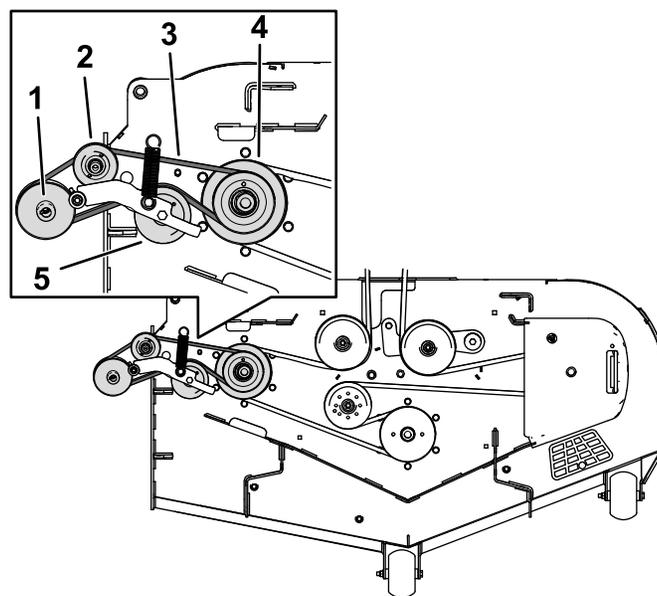

Bild 43
- Legen Sie den Gebläseriemen um die Antriebsriemenscheibe, wie in Bild 43 abgebildet.